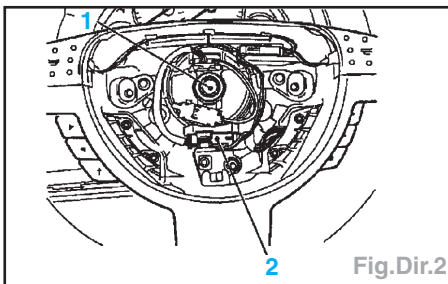

Fig.Dir.2
- Dégrafer la fiche (2) de faisceau d'avertisseur et de la commande à distance de la radio, déposer la vis (1) de volant et la déposer (Fig.Dir.2).